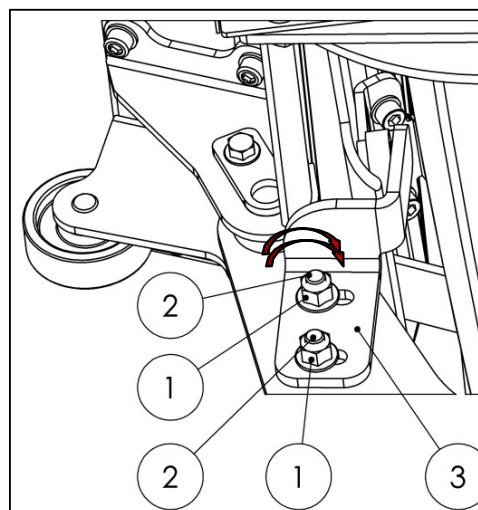

Fig. 86
- Apriete las tuercas (1) y los tornillos (2) del tope (3) con un par de 80 Nm. (ver Fig.86).